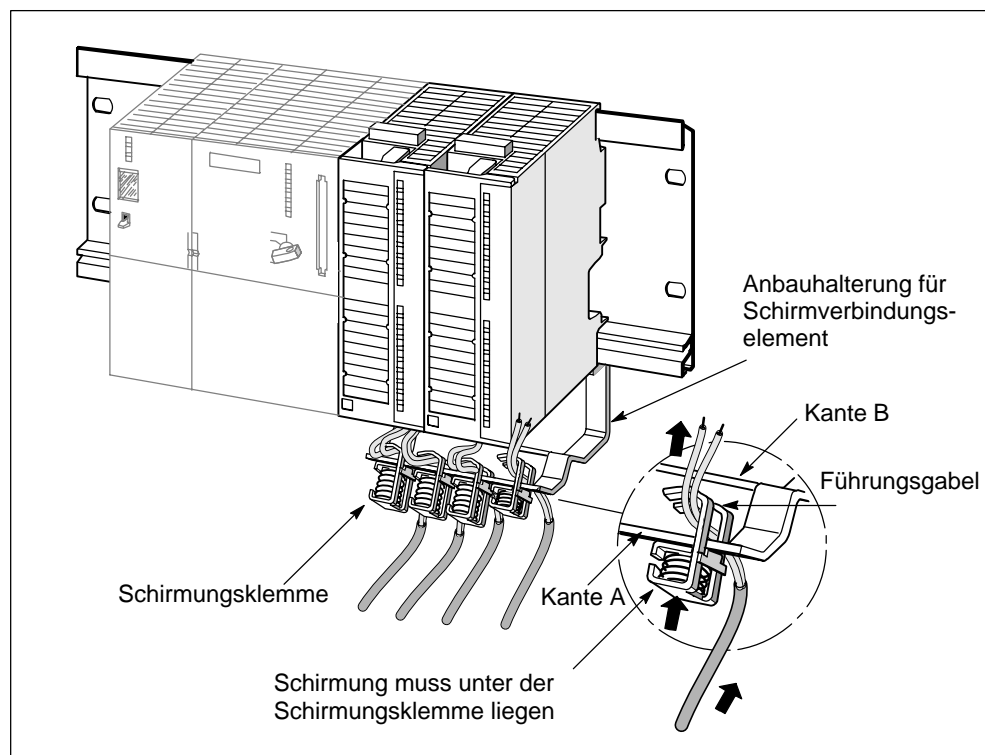

Bild 3-5 Geschirmte Kabel an Schirmverbindungselement befestigen
3. Die Schirmungsklemme ist an der Unterseite mit einer Führungsgabel versehen. Ordnen Sie die Schirmungsklemme an dieser Stelle an Kante A bzw. Kante B der Halterung an. Drücken Sie die Schirmungsklemme nach unten und schwenken Sie die Klemme in die gewünschte Lage (siehe Bild 3-5).
Pro Schirmungsklemme können Sie bis zu zwei geschirmte Kabel befestigen (siehe Bild 3-5 und Tabelle 3-3). Das Kabel wird durch seinen blanken Kabelschirm angeschlossen. Es müssen mindestens 20 mm blanker Kabelschirm überstehen. Falls Sie mehr als vier Schirmungsklemmen belegen müssen, verdrahten Sie zuerst die hintere Klemmenreihe des Schirmverbindungselements.